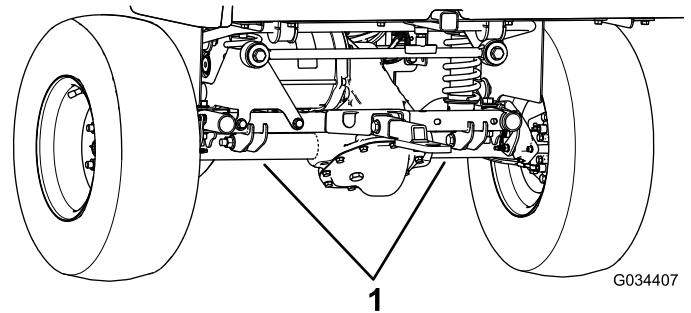

Figure 25
- Le point de levage arrière est situé sous les tubes d'essieu (Figure 25).